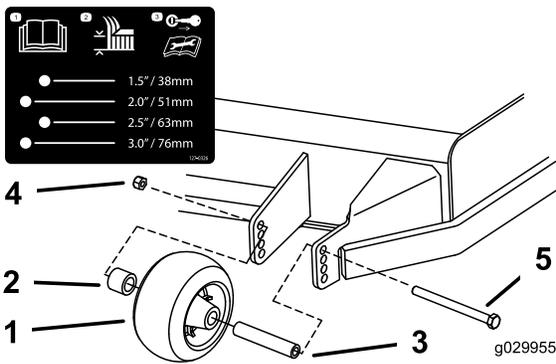
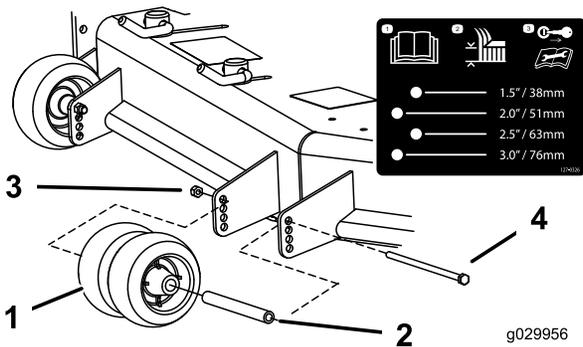

Рисунок 29
Рисунок 30
3. Отрегулируйте защитные валики, как показано на Рисунок 29, Рисунок 30 и Рисунок 31.